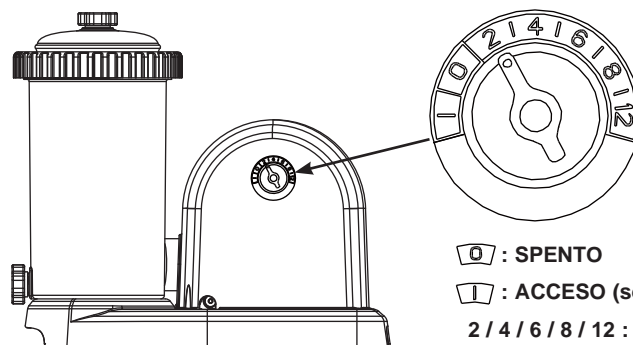

FIG 10
4. Quando l'acqua scorre nella pompa filtro, permetterà all'aria intrappolata di fuoriuscire attraverso la valvola (2). Quando tutta l'aria sarà fuoriuscita l'acqua scorrerà fuori dalla valvola (2). Quando l'operazione è terminata stringere la valvola (2) in senso orario.
- A. Collegare il cavo di alimentazione alla presa di corrente e impostare la manopola del timer sulle ore di funzionamento desiderate. **Vedi Fig. 10.** Vedere la tabella relativa al "Tempo di funzionamento" per la programmazione delle ore di funzionamento a seconda delle dimensioni della piscina.